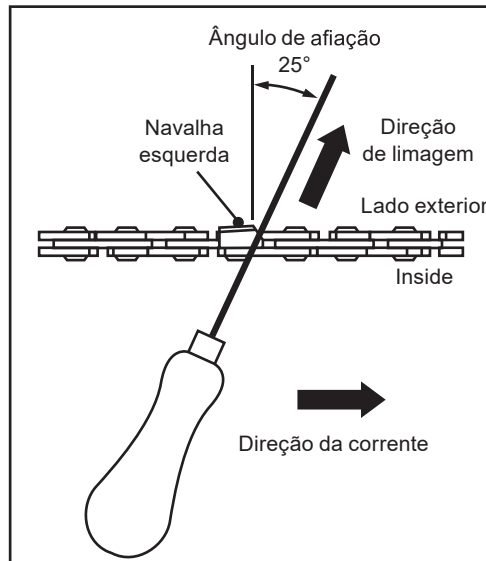

Fig. 41
5. Lime num ângulo perpendicular à guia e num ângulo de 25° em relação à direção de deslocamento (Fig. 41).